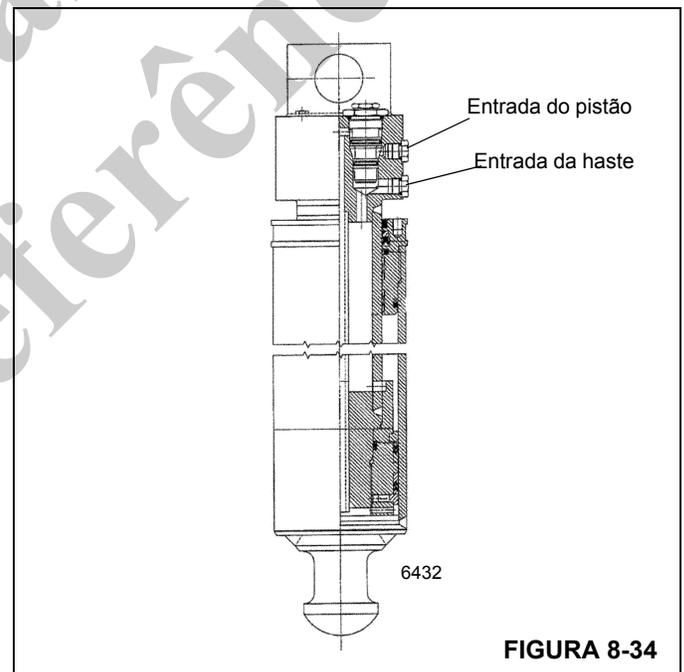

FIGURA 8-34
2. Remova a mangueira do lado da haste do cilindro do estabilizador suspeito de estar com vazamento (Figura 8-34). O óleo fluirá até que a cavidade no bloco de entradas do cilindro se esvazie. Quando a cavidade no bloco de entradas estiver vazia, o óleo deve parar de fluir da entrada do lado da haste.